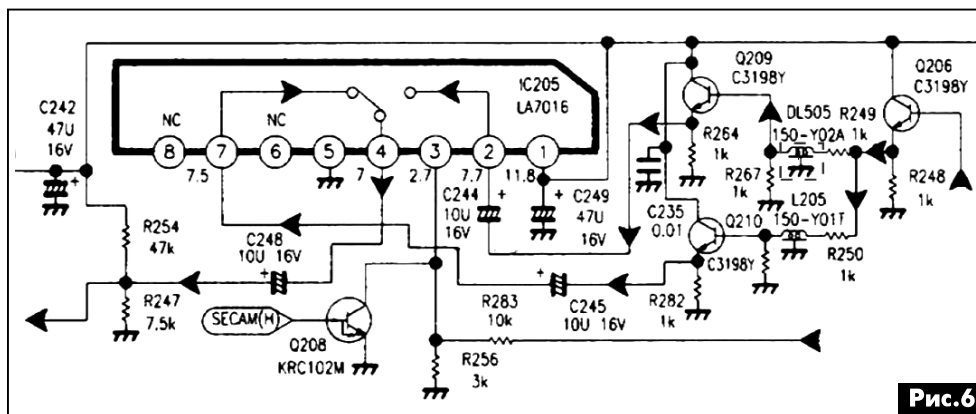

Рис.6
Яркостной (Y) сигнал в этом шасси поступает на вывод 60 видеопроцессора IC501 TA8880CN с 4 вывода коммутатора IC205 LA7016. Когда проявлялась неисправность, яркостной сигнал на выводе 60 IC501 пропадал. Проследив цепь сигнала с вывода 43 IC201 CXA1545 (коммутатор), было установлено, что яркостной сигнал выходит на линии задержки (ЛЗ) DL505 и L205 (рис.6), а потом поступает на выводы 2 и 7 коммутатора IC205 LA7016 (коммутация сигналов PAL или SECAM соответственно). В нормальном режиме на выводах 1 DL505 (вход) и 3 (выход) сигнал есть, при проявлении дефекта на 3 выводе DL505 он пропадает. При сильном простукивании по корпусу этой ЛЗ дефект удалось локализовать.